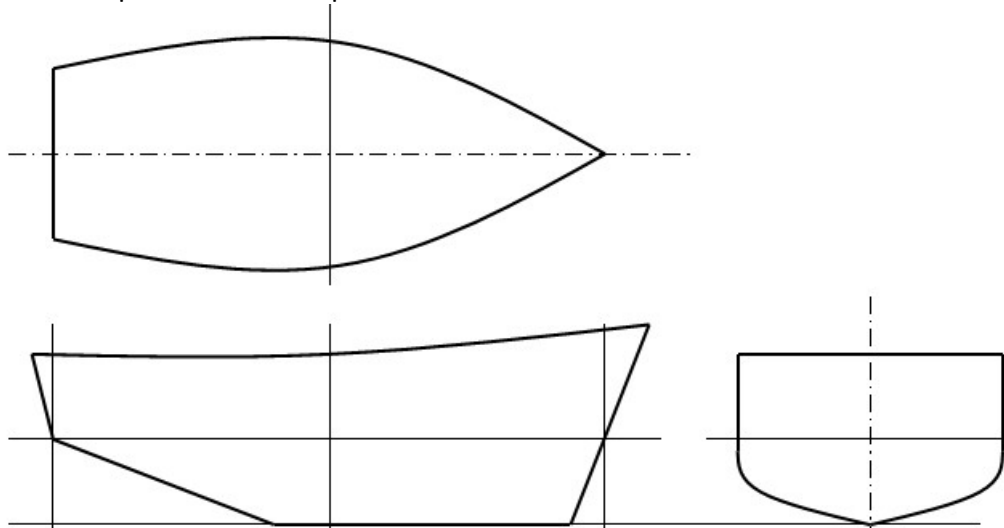

Figura 2 - Diagrama para las definiciones de forma del casco
2. Indique los siguientes elementos **para cada diagrama** de la Figura 2: